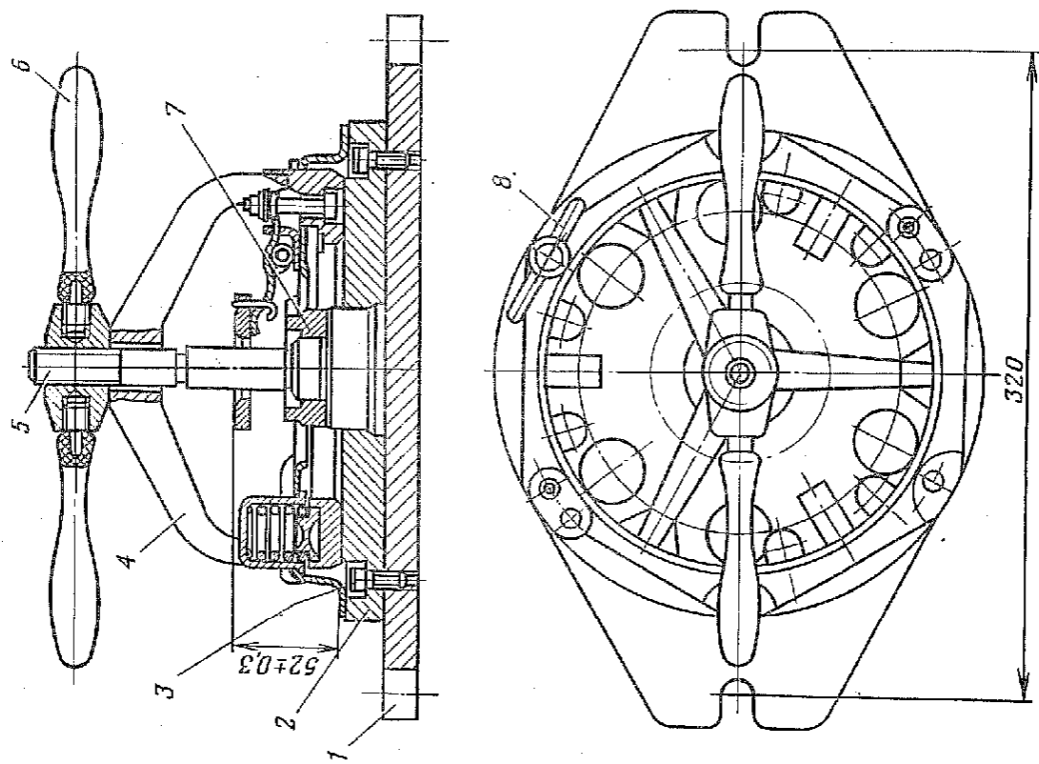
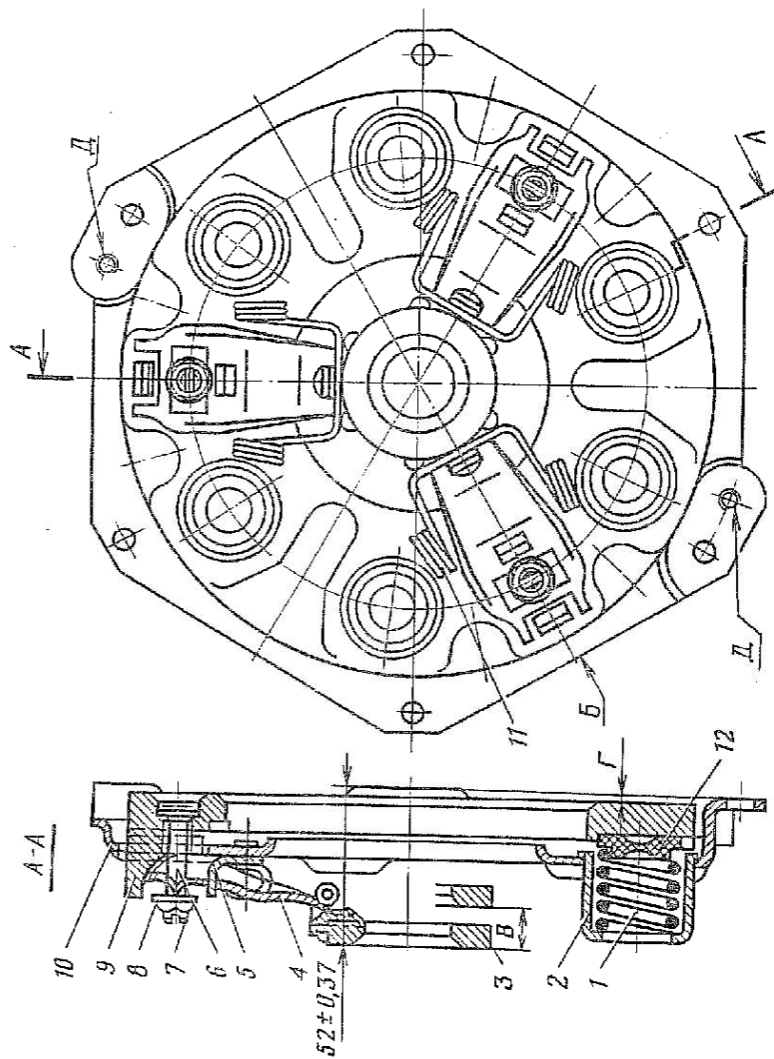

Рис. 122. Приспособление для разборки и сборки нажимного диска
Рис. 123. Нажимной диск сцепления с кожухом в сборе:
1.1. Установить нажимной диск сцепления с кожухом в сборе на приспособление (рис. 122) и, вращая рукоятку 6, сжать нажимные пружины (приспособление).
1.2. Пометить взаимное положение кожуха 10 (рис. 123) и нажимного диска 9 сцепления (кернер, молоток 500 г).
1.4. Отвернуть рукоятку 6 (рис. 122) приспособления, снять кронштейн 4, кожух 10 (рис. 123) сцепления, стаканы 2 нажимных пружин, нажимные пружины 1 и термоизоляционные прокладки 12. Снять нажимной диск 9 с приспособления, вынуть из отверстий нажимного диска пальцы 6.
3.1. Установить в отверстия нажимного диска 9 (рис. 123) пальцы 6.
3.5. Установить кронштейн 4 (рис. 122) приспособления на кожух 10 (рис. 123) и, вращая рукоятку 6 (рис. 122), сжать нажимные пружины 1 (рис. 123), установить на пальцы 6 опорные шайбы 8 и завернуть регулировочные гайки 7. Отвернуть рукоятку 6 (рис. 122) и снять кронштейн 4 с кожуха (отвертка 150×0,5, ключ 12).
3.6. Провести десятикратное выключение сцепления перемещением пяты 3 (рис. 123) на размер *B*, равный 11 мм. Снять нажимной диск сцепления с кожухом в сборе с приспособления (штангенциркуль ШЦ-1-125-0,1).